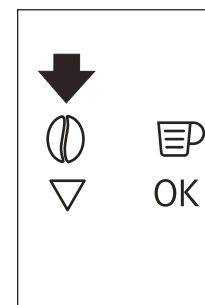

Fig. 15
- Pulse el icono ☉ (B4) (Fig. 15) y seleccione la función de café premolido.